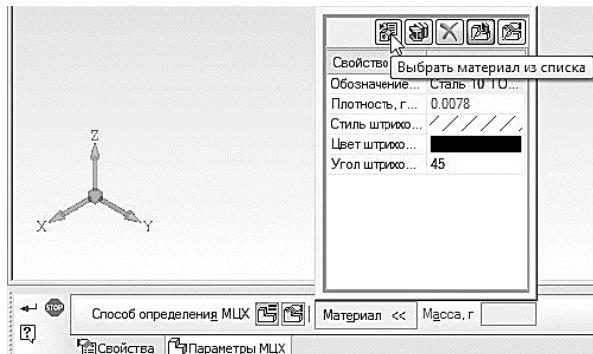
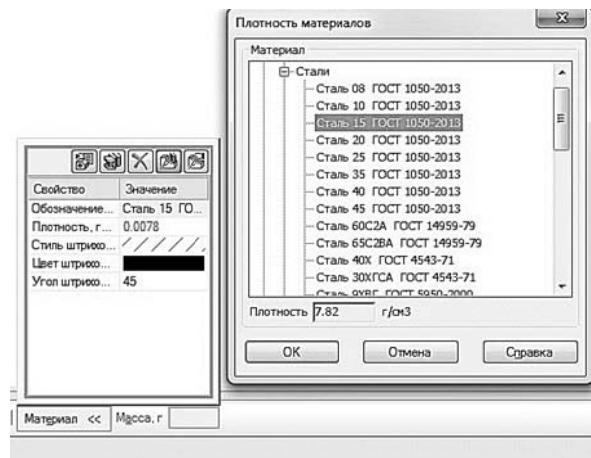

Рис. 18. Вкладка Параметры МЦХ панели свойств детали
Рис. 19. Выбор материала из списка
На второй вкладке **Параметры МЦХ** находятся следующие элементы (рис. 18):
- Переключатель, позволяющий указать, какой параметр будет задан для расчета МЦХ детали: плотность или масса (рис. 18).
• Раскрывающееся окно **Материал**, в верхней части которого находятся пять кнопок управления. Для определения материала (рис. 18), из которого изготовлена деталь, на панели **Материал** нажмите кнопку **Выбрать материал из списка** . В окне **Плотность материалов** раскройте «ветвь» *Материалы*, а в ней «ветвь» *Стали* и выберете **Сталь 15 ГОСТ 1050-2013** (рис. 19).